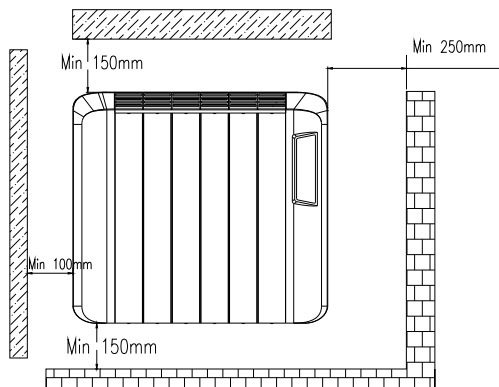

Figura 2
- 1) Quando montar o aparelho na parede, deve dispor das distâncias mínimas especificadas na figura 2.